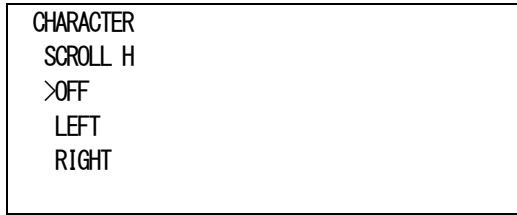

図4-21 オンスクリーンメニュー(SCROLL H例)
- 1) CHARACTERメニューで「SCROLL H[SCRH]」を選択し、**ENTER** ボタンを押すと図4-21のような設定メニューが表示されます。